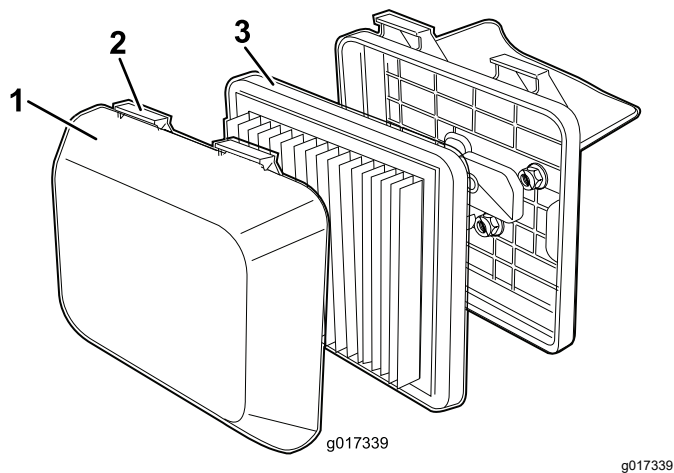

图 20
- 向下按空气滤清器盖子顶部的门锁袢扣 图 20。
3. 拆下空气滤清器滤芯图 20。